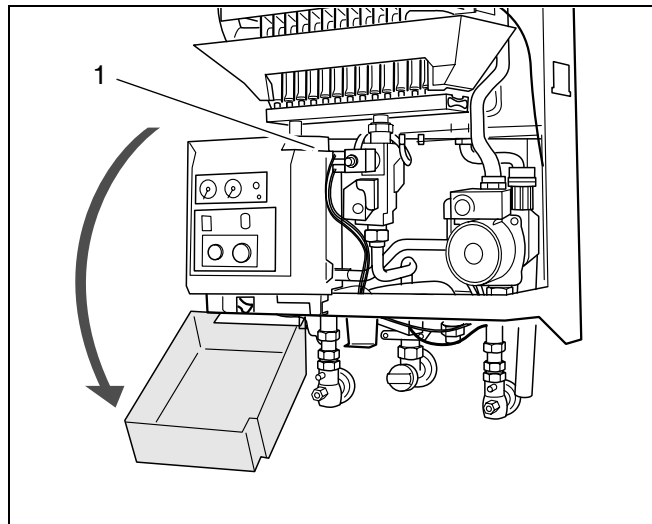

fig. 9 Rabattre le boîtier UBA
- Dévisser la vis cruciforme (fig. 9, pos. 1) du boîtier UBA.